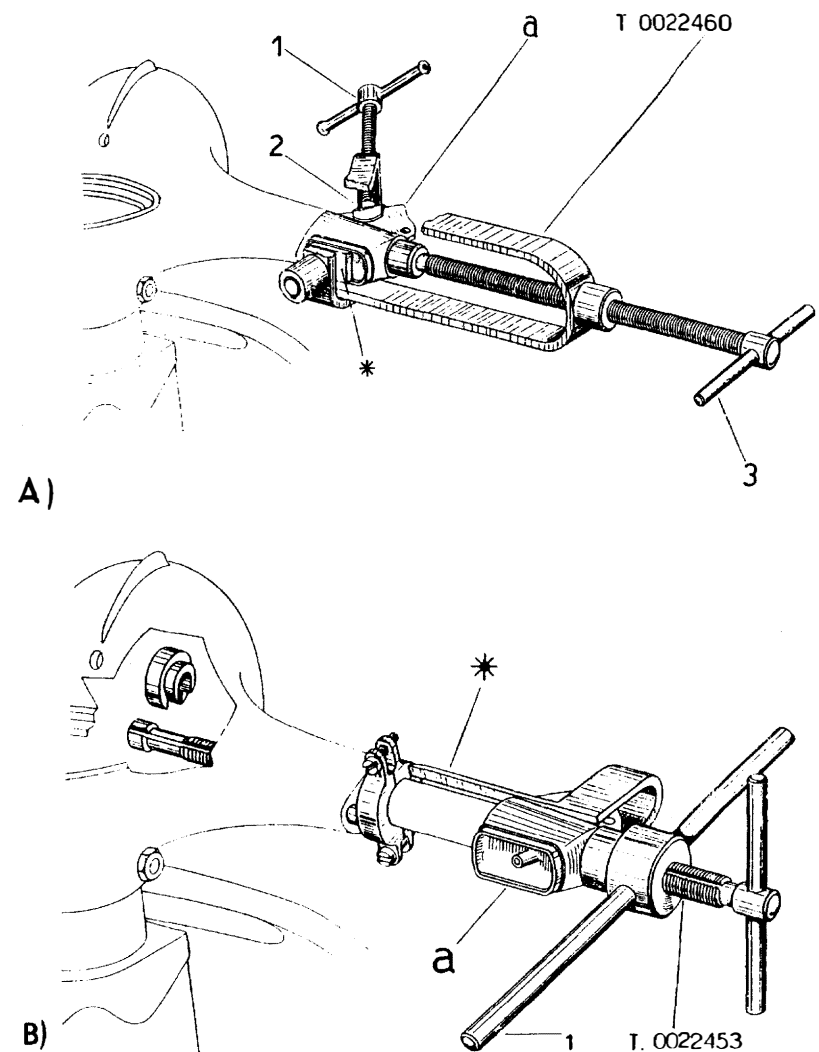

Fig. 58
a) Dismantling (fig. 58/A).
a) **Desmontaje** (fig. 58/A).
- Set up the tool T. 0022460 as in fig. 58/A, after having previously mounted the component indicated by an asterisk (from the standard equipment of this tool select the component suitable for the switch housing to be extracted); insert said component into the switch housing.
- Screw down the component (1) (without blocking excessively), ensuring that the component (2) is mating with the inclined plane of the switch housing « a ». Introduce the extractor guide until it butts up against the handlebar casting and act on the screw (3) to expel component.
b) Reassembly (fig. 58 B).
- Screw in the component (1) until the sleeve « a » butts against the setting flange (*) of the tool. Remove the setting piece and continue to screw in the component (1) until the part « a » is completely assembled, ensuring that the cut-outs on sleeve and handlebars coincide.
- Aplicar el útil T. 0022460 como se indica en la fig. 58/A, montando anteriormente el particular señalado con (*) (escoger entre los particulares de la dotación del útil el correspondiente al tipo de caja a desmontar); introducir este particular dentro del alojamiento del conmutador.
- Atornillar (sin apretar excesivamente) el perno roscado (1) cuidando que la pieza (2) se acople sobre el plano inclinado de la caja « a ». Introducido el centraje del extractor hasta hacer tope con el tubo fijo del manillar, actuar sobre el tornillo (3) hasta la extracción.
b) Montaje (fig. 58 B).
- Atornillar (1) hasta que el manguito « a » haga tope con la brida del centraje (*) del útil. Luego desmontar dicho centraje y atornillar aun (1) hasta el montaje completo de « a », poniendo particular atención que los agujeros del manguito y del manillar citados coincidan.